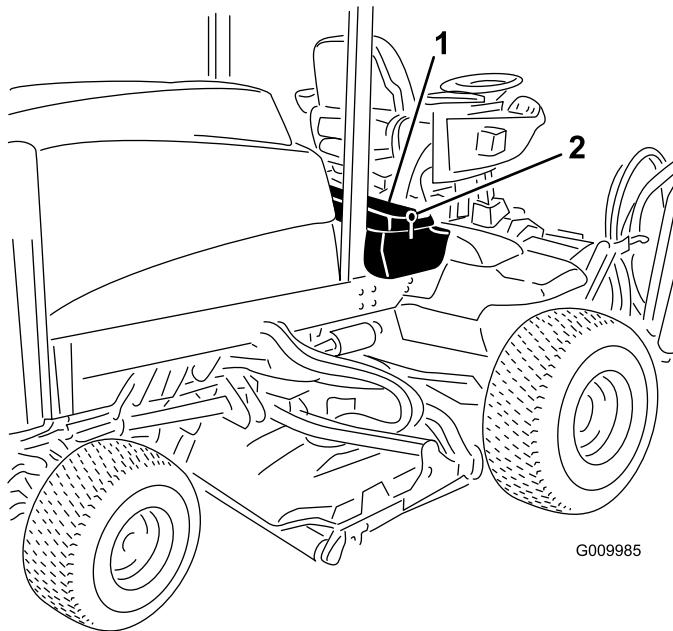

Figura 52
1. Desbloqueie e eleve o painel da consola do operador (Figura 52).